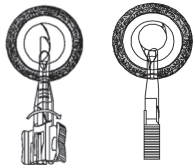
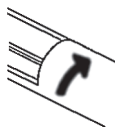

図 12
図 13
14. 前方ループが前嚢下に達するまでレンズを放出し、カートリッジの先端やプランジャーの先端、ループ等で後嚢や角膜内皮を損傷しないよう本体をコントロールしつつ、レンズの開く動きに合わせて、ハンドピースを時計回りに回転させながら、レンズを押し出す（図 12）。ハンドピースの回転方向は、本体先端に描かれている矢印を参照のこと（図 13）。